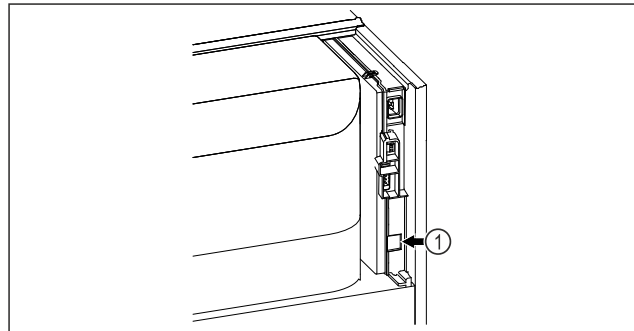

Fig. 85
- SmartModule Fig. 85 (1) er satt inn.